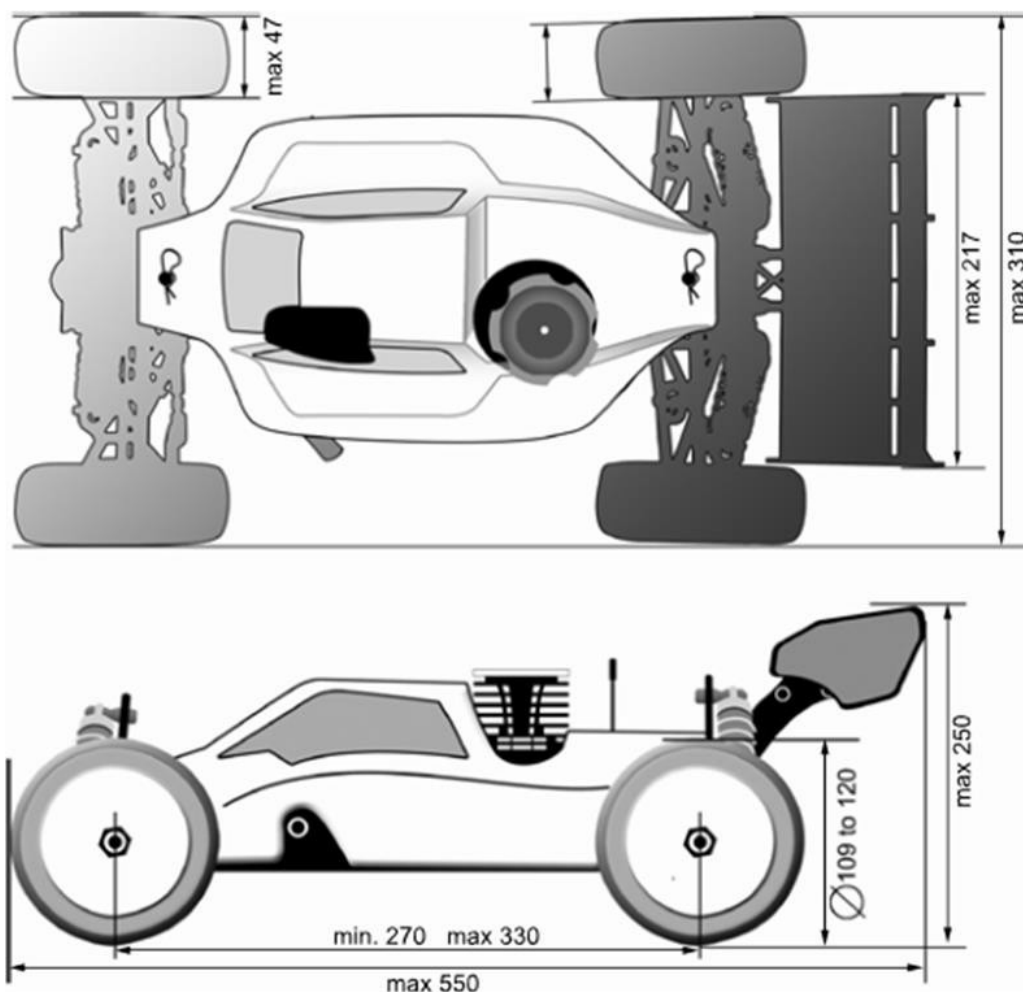

Figura 9: Dimensioni generali della 1/8 Buggy IC
- Si veda a corredo la Figura 9 riportata a pagina 34.